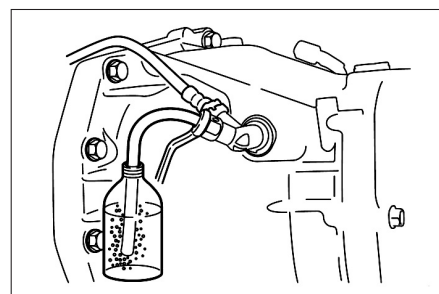

FIG. 10
- Brancher un tuyau transparent sur le vis de purge et le relier à un récipient situé plus bas que le cylindre récepteur (**Fig.10**).